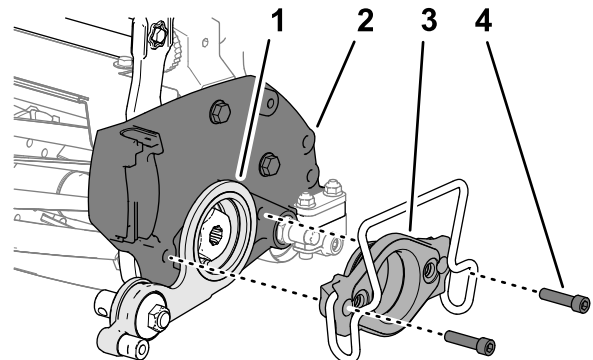

Figura 19
1. Allineate il gruppo tendicinghia sull'apparato di taglio come illustrato nella Figura 19.
2. Allineate la piastra tendicinghia alla piastra laterale dell'apparato di taglio come illustrato nella Figura 19.
3. Assemblate il supporto motore attraverso la piastra tendicinghia nella piastra laterale dell'apparato di taglio (Figura 19).
4. Assemblate il supporto alla piastra (Figura 19) con le 2 viti ad esagono incassato (5/16" x 1 1/4")